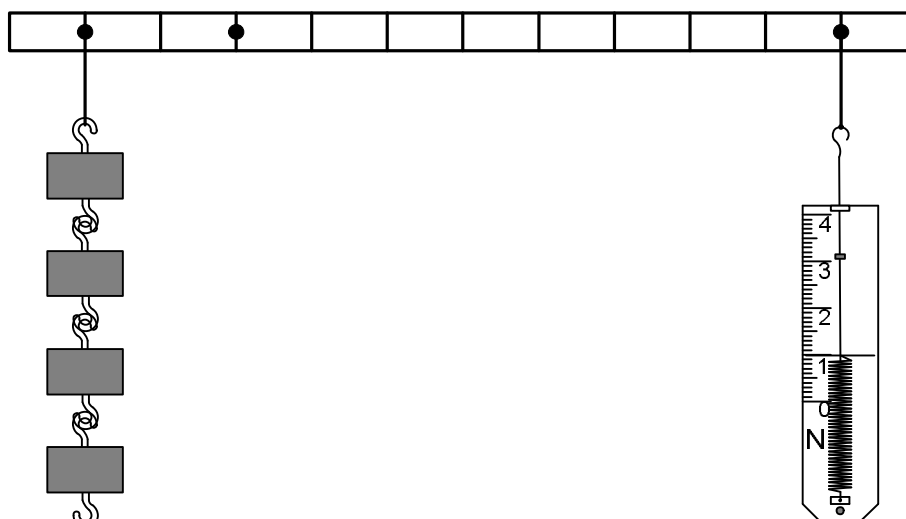

Рис. 9
1. Закріпіть в штативі демонстраційний важіль не в центрі, а в точці, що перебуває на відстані чверті довжини важеля від одного з його кінців. До короткого плеча підвісьте вантаж вагою 4 Н. До довгого плеча з допомогою нитяної петлі приєднайте динамометр (рис. 9).